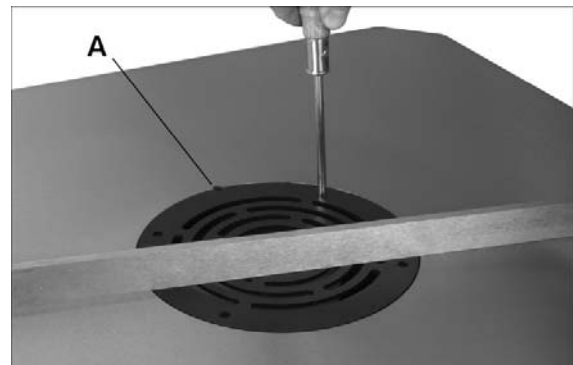

Abbildung 6: Montage Tischeinsatz
1. Tischeinsatz in den Tisch einsetzen, sodass der Stift in der Kerbe sitzt (A, Abbildung 6).